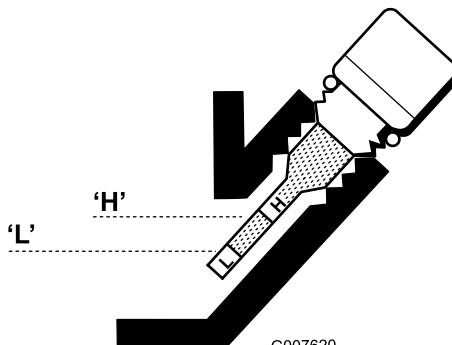

Figura 20
- Se o nível estiver baixo, adicione apenas o óleo suficiente para aumentar o nível até se encontrar entre as marcas H e L no medidor (Figura 20). **Não encha demasiado.**